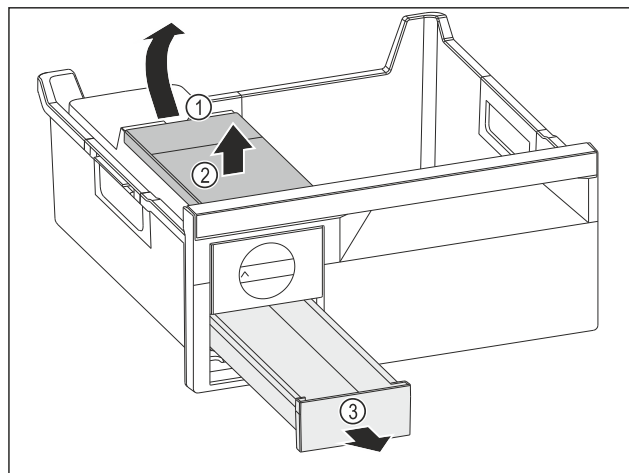

Fig. 104
- ▶ Wyjmowanie zbiornika wody: Zbiornik wody unieść za wycięcia Fig. 104 (1).
- ▶ Wyjąć zbiornik wody Fig. 104 (2) do góry.
- ▶ Wyjąć szufladę na kostki lodu Fig. 104 (3) do przodu.